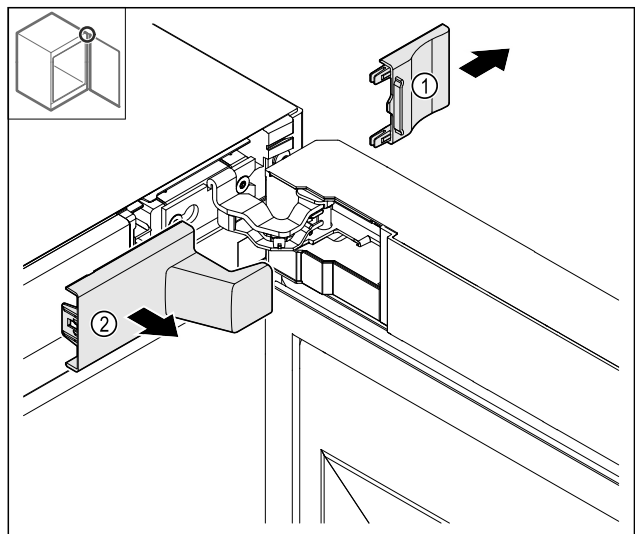

Fig. 7
- ▶ Abdeckung Fig. 7 (1) und dann Fig. 7 (2) entfernen.